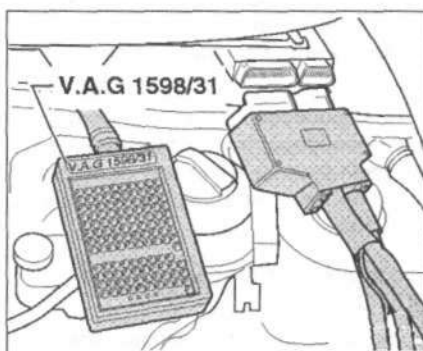

Рис. 4.32. Присоедините тестер V.A.G 1598/38 к жгуту проводов блока управления двигателем.
- присоедините тестер V.A.G 1598/38 к жгуту проводов блока управления двигателем (слева в моторном отсеке) (рис. 4.32). Блок управления должен оставаться отсоединенным;